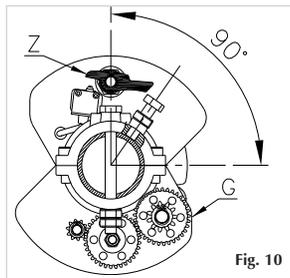

Fig. 10
- 2) After assembled the two elements of the gearmotor (G), check that the pawl (Z) is in the highest position perpendicular to the rolling shutter axis (see figure 10).
- 2) Après assemblage des deux éléments du motoréducteur (G), vérifier que le cliquet (Z) est dans la position la plus élevée, perpendiculaire à l'axe de volet roulant (voir figure 10).